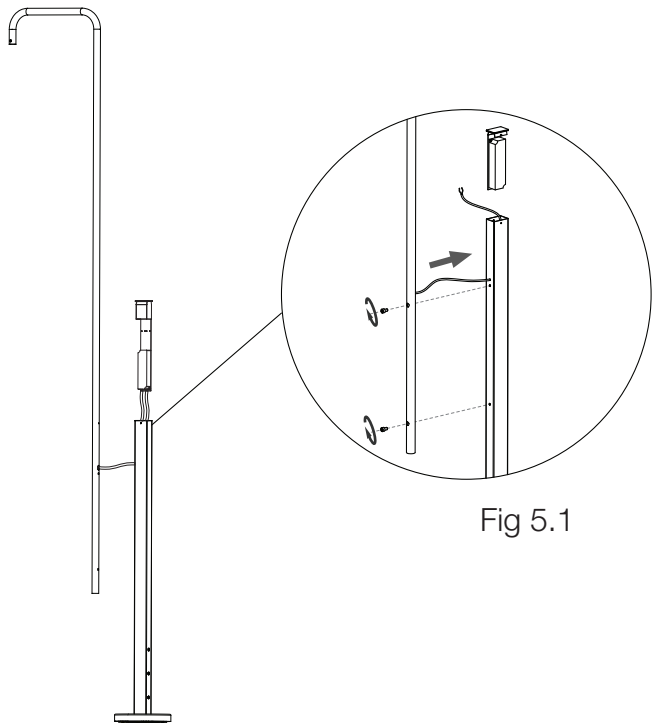

Fig 5.1
5. Run the cable as shown in fig 5.1. Position and anchor the main tube to the rectangular central body using the two screws supplied.
5. Pasar el cable como muestra la Fig 5.1. Posicionar y anclar el tubo principal al cuerpo central rectangular con los dos tornillos.
5. Faites passer le câble comme indiqué sur la figure 5.1. Positionnez et fixez le tube principal au corps central rectangulaire à l'aide des deux vis fournies.
5. Führen Sie das Kabel wie in Abb. 5.1 gezeigt. Positionieren und verankern Sie das Hauptrohr am rechteckigen Zentralkörper mit den beiden mitgelieferten Schrauben.